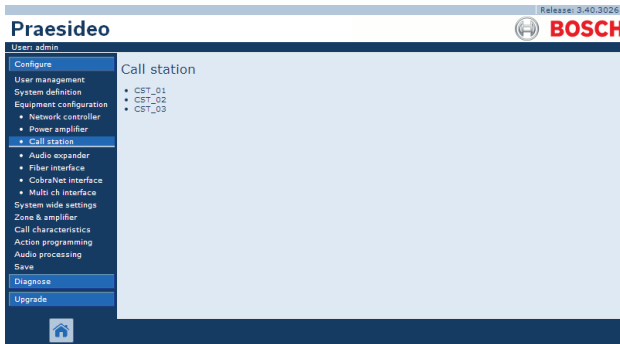

Abbildung 43.20: Konfiguration von Fernsprechstellen, Schritt 1
- 1 Gehen Sie zu *Configure > Equipment configuration > Call station*. Im Main Frame der webbasierten Benutzeroberfläche wird ein Bildschirm angezeigt, der dem in Abbildung 43.20 gleicht.